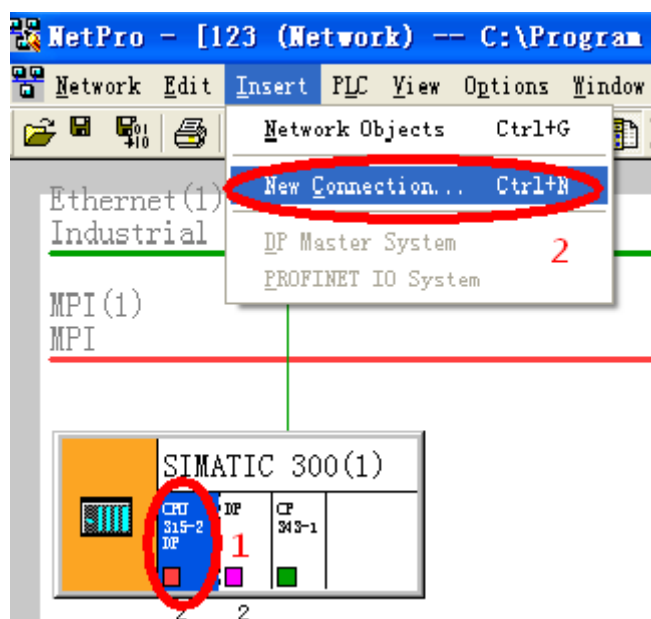

图 1.1.13
(2)、打开网络配置界面，先左键单击 CPU 315-2 DP，然后选择 Insert->New Connection，如图 1.1.13 所示。